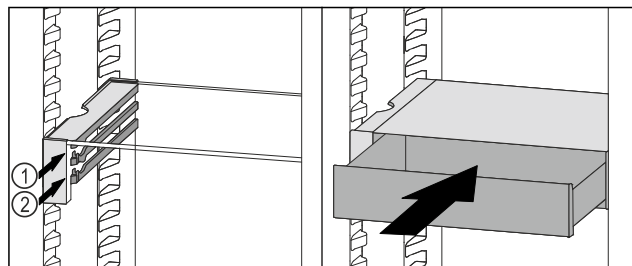

Fig. 82
- ▶ Posizionare il cassetto VarioSafe dietro i tappi sulla nervatura desiderata Fig. 82 (1) o Fig. 82 (2).